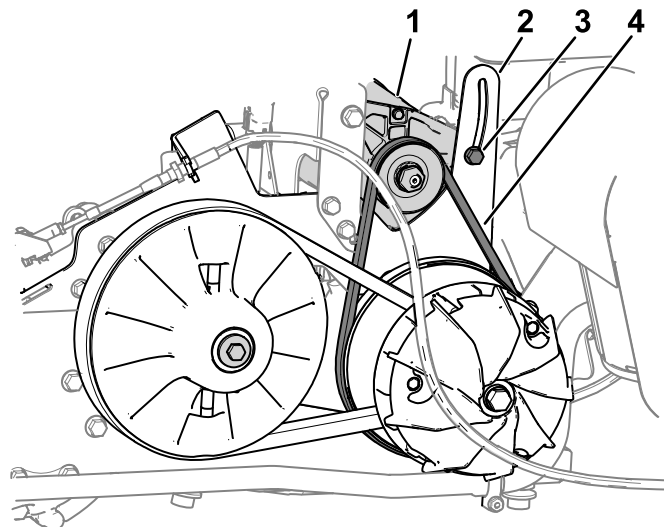

Figure 57
1. Desserrez l'écrou de pivot du démarreur-alternateur (Figure 57).
3. Appuyez sur le levier pour faire pivoter l'alternateur vers le bas dans la fente sur le support de pivot (Figure 57) jusqu'à ce que la tension de la courroie produise une flèche de seulement 6 mm quand une force de 44 N·m est appliquée.